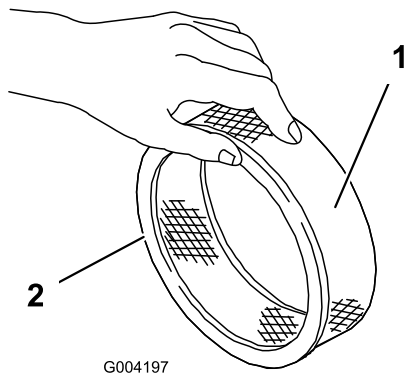

図 157
5. ペーパーフィルタに汚れや油汚れ、ゴムシールの傷がないか点検する(図 157)。